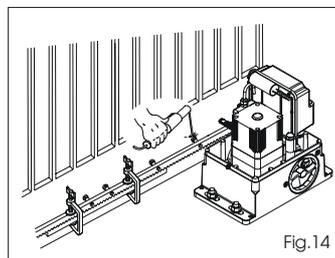

Fig. 14
- 5) Ein weiteres Element der Zahnstange an das vorherige Element anlegen, um die Verzahnung der beiden Elemente in Phase zu bringen. Dabei wird ein Stück der Zahnstange, wie in Abb. 14 gezeigt, verwendet.